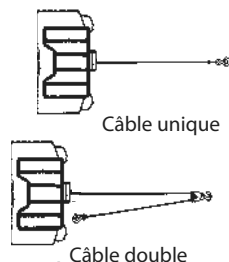

Figure 2
1. La charge maximum de travail se trouve sur l'enroulement de câble le plus proche du tambour. NE SURCHARGEZ PAS LE TREUIL. N'EFFECTUEZ PAS DE LONGUES TRACTIVEURS SUR DES CHARGES ÉLEVÉES. Les surcharges peuvent endommager le treuil et/ou le câble, et créer des conditions de fonctionnement dangereuses. POUR DES CHARGES SUPÉRIEURES À 1000 LIVRES (454 kg), NOUS RECOMMANDONS L'UTILISATION D'UN PALAN OPTIONNEL POUR DOUBLER LE CÂBLE FIGURE 2. Ceci réduit la charge sur le treuil et la contrainte sur le câble d'environ 50 %. Fixez le crochet à la partie portant la charge. **Le moteur du véhicule doit être en fonctionnement pendant le treuillage.** Si un grand nombre de treuillages est réalisé avec le moteur à l'arrêt, la batterie peut être trop faible pour redémarrer le moteur.